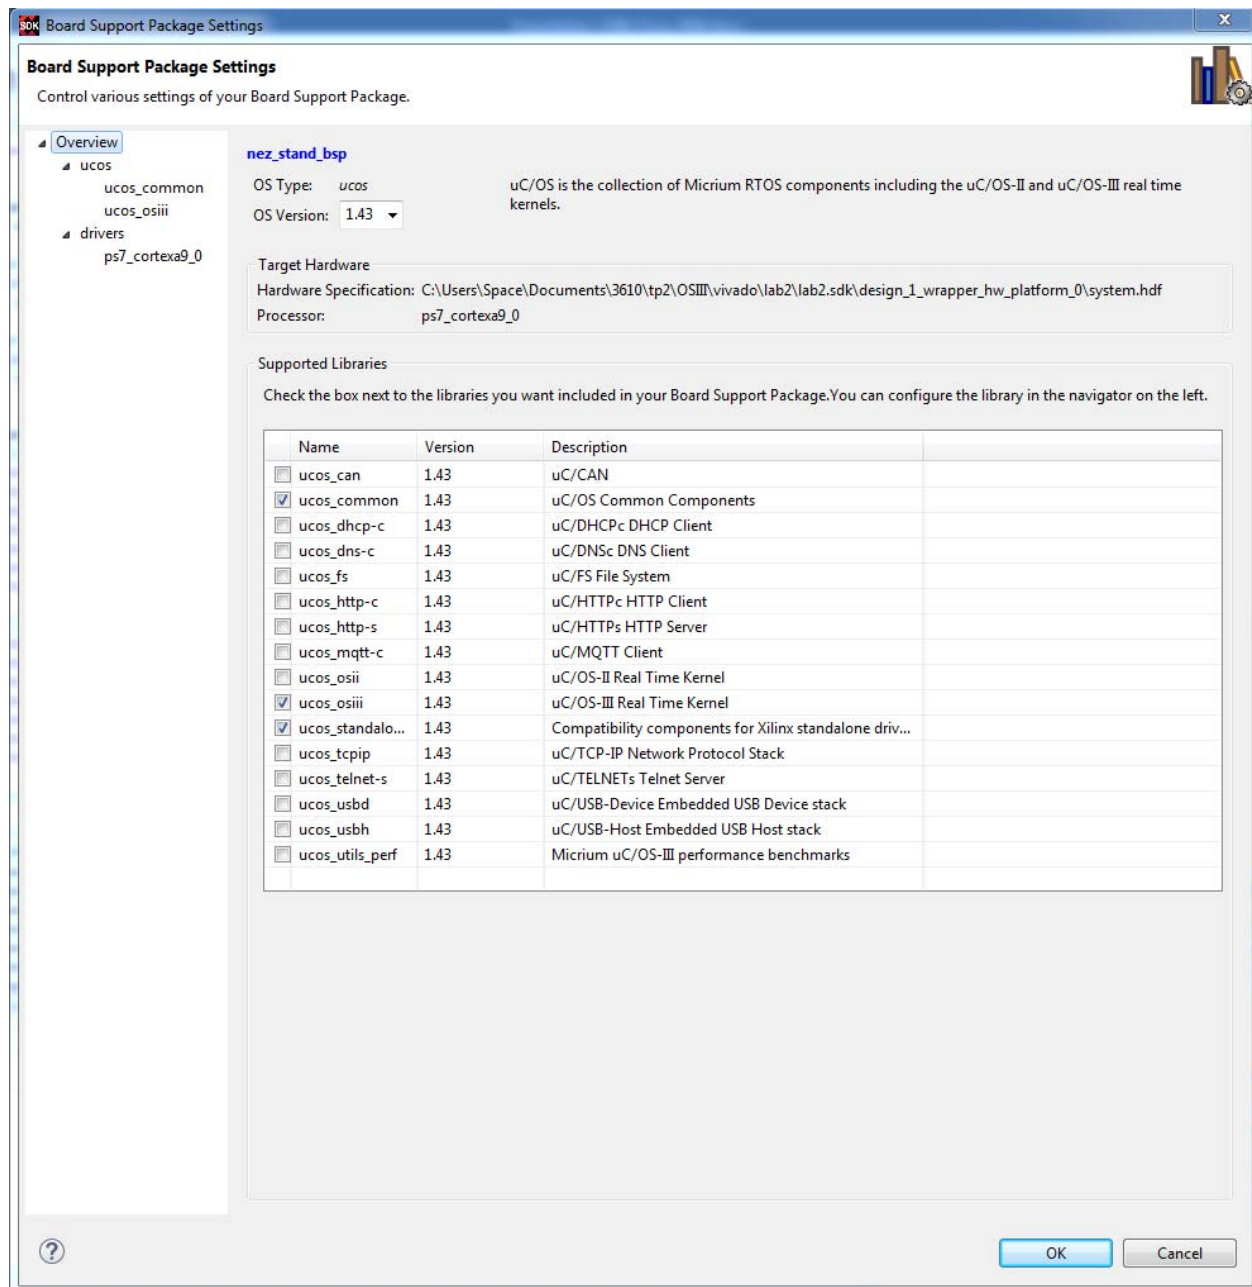

Figure 4 : Choix des librairies que le projet devra utiliser
Étape 4 : Ici, vous deviez cocher les lignes correspondant à *ucos_common*, *ucos_iii* et *ucos_standalone*, comme présenté dans la figure 4.